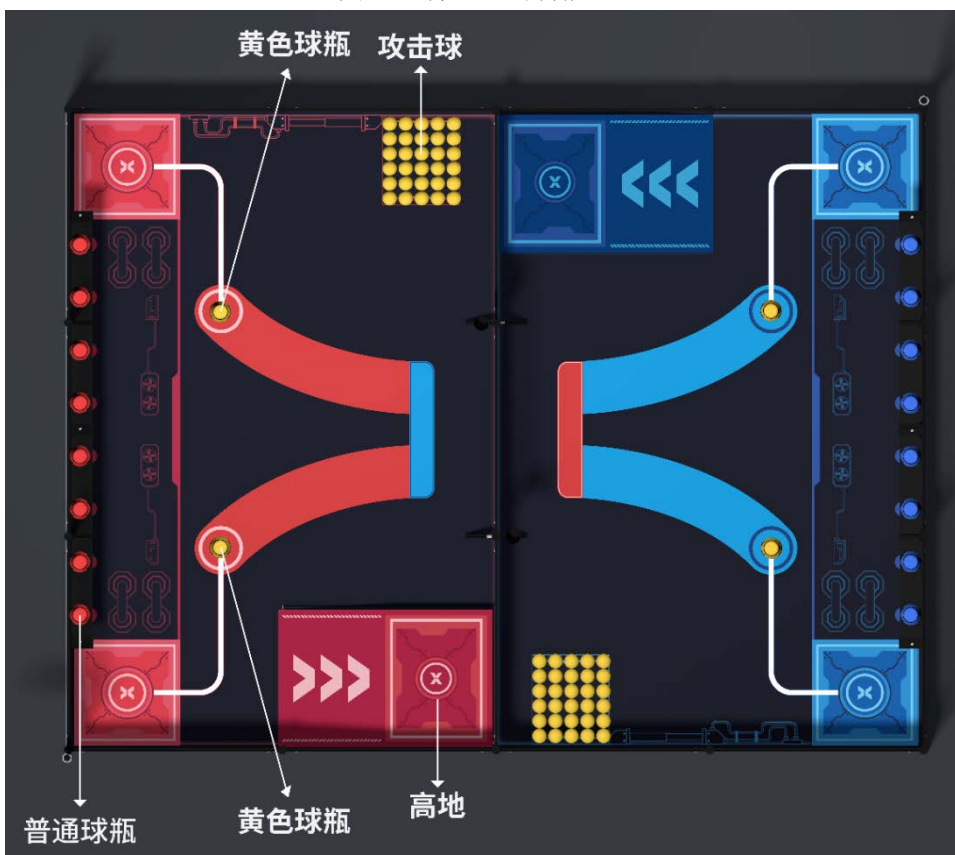

图 3.3 场地上的道具
- **引导线：**如图 3.3 所示，由白色线条与红（蓝）色带组成；其宽度分别为 25mm 和 260mm。